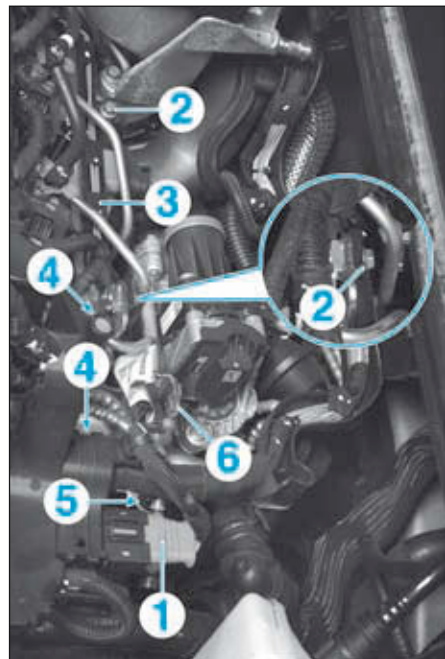
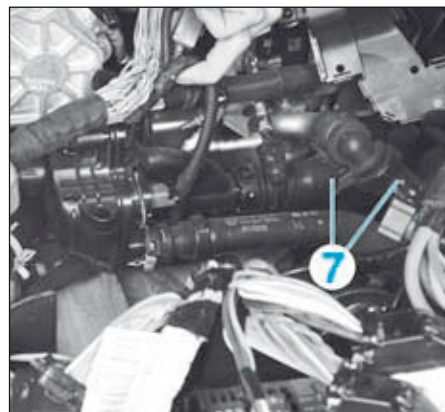

FIG.90
FIG.91
- Débrancher le connecteur (1) (Fig.90).
- Déposer les vis (2) et écarter le guide (3) du faisceau d'alimentation des bougies de préchauffage.
- les vis (4),
- l'agrafe (5),
- le support (6) du boîtier de filtre à air.
- Débrancher et obturer les durits (7) (Fig.91).